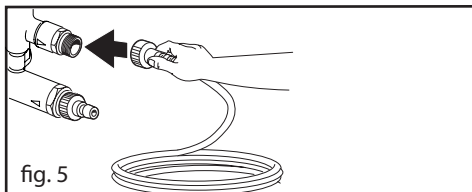

fig. 5
1. Koble høytrykksslangen til utgangsmuffen til pumpen (OUTLET, Høytrykkskoblingen trykkes helt inn og skruses deretter fast for hånd, uten hjelp av verktøy. (fig. 5).